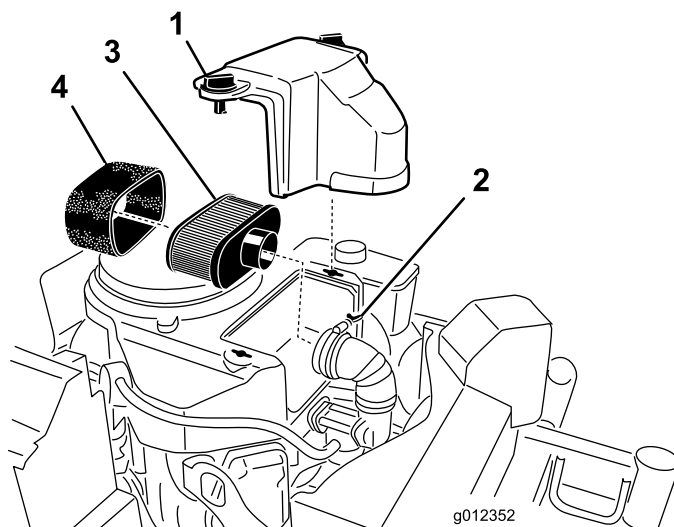

Figura 21
3. Pulite intorno al filtro dell'aria per evitare che la morchia possa penetrare nel motore provocando gravi danni (Figura 21).
4. Svitare le manopole del coperchio e togliete il coperchio del filtro dell'aria (Figura 21).
5. Allentate la fascetta stringitubo e togliete il gruppo del filtro dell'aria (Figura 21).
6. Togliete con cautela l'elemento in schiuma sintetica dall'elemento di carta (Figura 21).
1. Non pulite il filtro di carta. Sostituitelo (Figura 21).
1. Infilate con cautela l'elemento in schiuma sintetica sopra l'elemento di carta del filtro dell'aria (Figura 21).
2. Montate il filtro dell'aria completo sulla relativa base, e fissatelo con i 2 dadi ad alette (Figura 21).
3. Montate il coperchio del filtro dell'aria e serrate la manopola del coperchio (Figura 21).